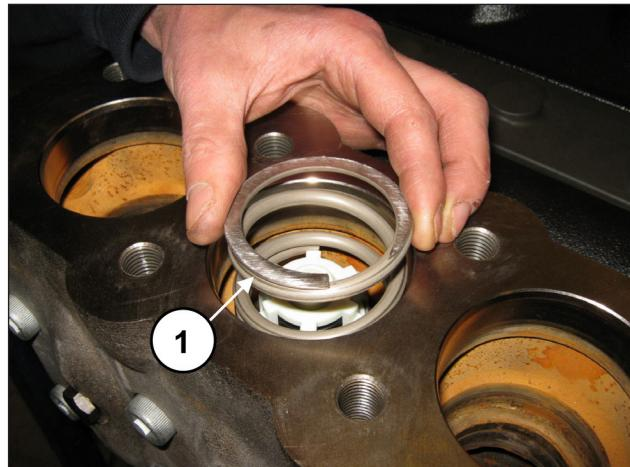

Abb. 99
Entfernen Sie die Feder (Pos. ①, Abb. 99).